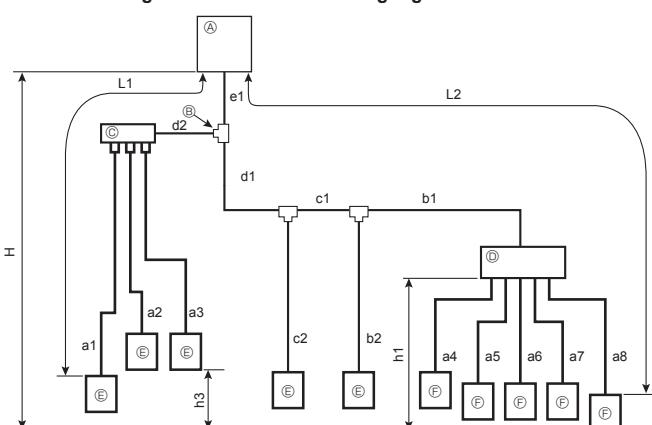

Fig. 4-3 (a)
4.2.3. Gemischtes System (City Multi-Innengeräte und Innengeräte der Serien M, S, P über Abzweigkasten) (Fig. 4-3)